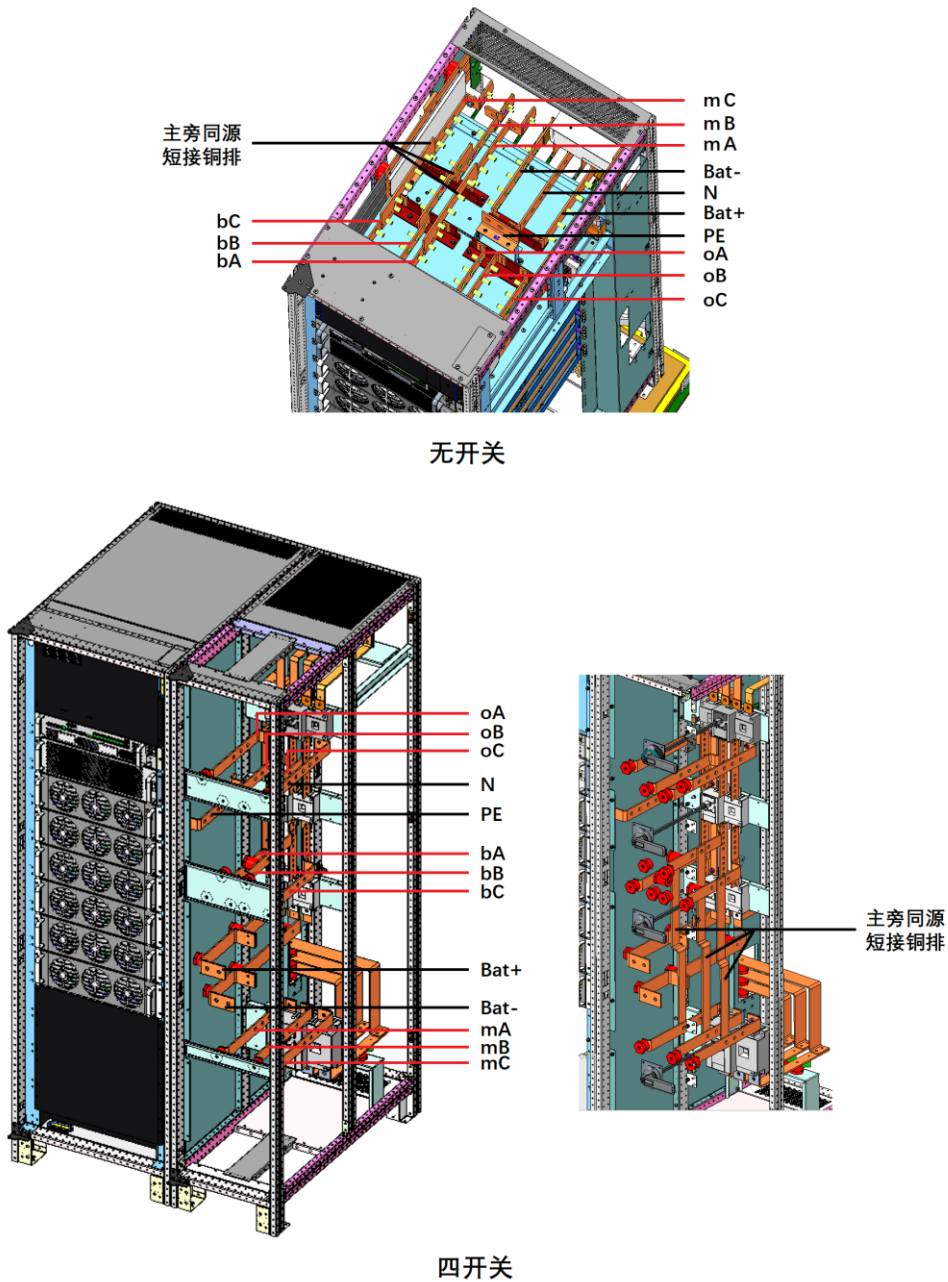
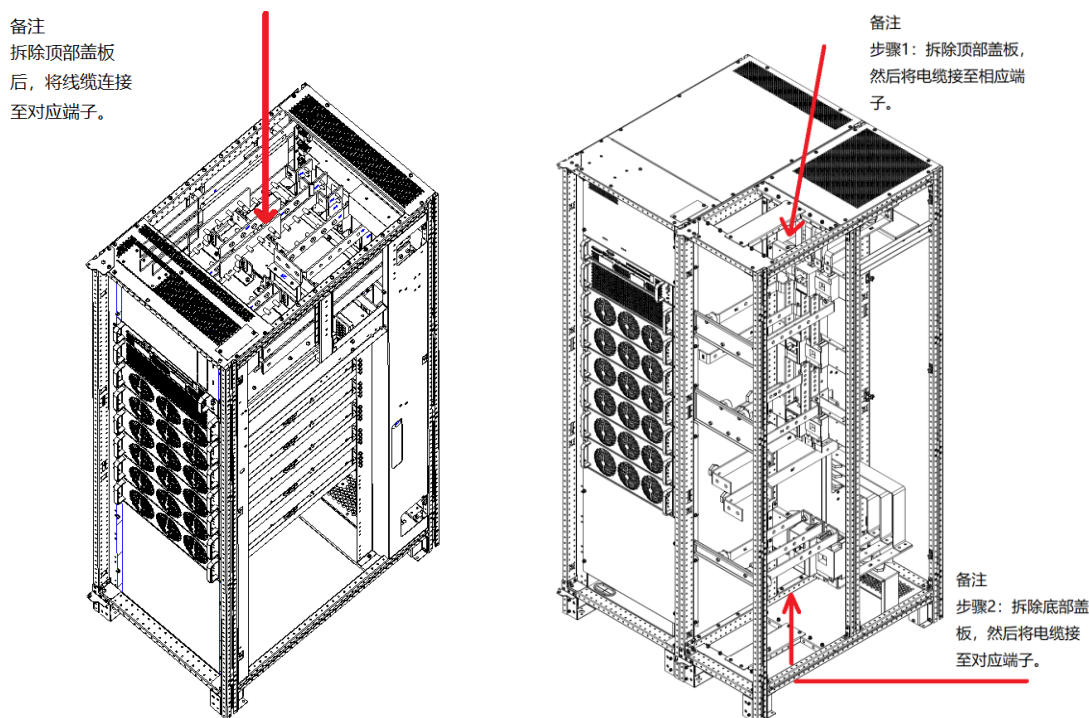

图 3-2 UPS 机柜功率电缆连接端子示意图
图 3-3 300kVA 功率电缆走线示意图
主路输入、旁路输入、输出及电池功率电缆与相应的 UPS 端子连接, 如图 3-2 所示。
通过螺栓将保护地线可靠连接至 PE 输入端子（见图 3-2）。
UPS 功率电缆的接线端子位置如图 3-2 所示。功率电缆进线以及走线方法如图 3-3 所示。
2. 柜内走线时，需按图 3-3 说明在机柜内对电缆进行扎线固定，以防止电缆受机械应力损伤。
四开关支持上进线或下进线；无开关仅支持上进线方式，见图 3-3。
参考图 3-2 ~ 图 3-3，功率电缆接线前，打开 UPS 机柜前门或上下盖板，可见功率电缆接线端子（见图 3-2）。然后将保护地连接到机柜的 PE 输入端子。
安装主旁同源短接铜排（见图 3-2）将交流输入电缆连接至机柜的旁路输入端子（bA-bB-bC）。将输入 N 线接至机柜的 N 线端子，并注意确保相序正确。
拆除主旁同源短接铜排（见图 3-2），将主路输入电缆连接到机柜的主路输入端子（mA-mB-mC），将旁路输入电缆连接到机柜的旁路输入端子（bA-bB-bC）。将主路输入 N 线与旁路输入 N 线接至机柜的 N 线端子，并注意确保相序正确。